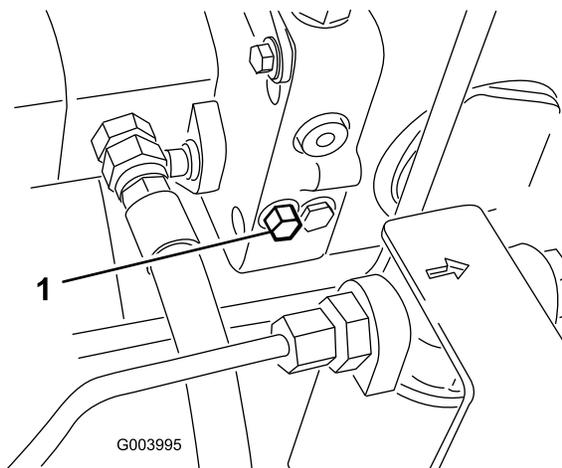

Рисунок 37
1. Чтобы открыть перепускной клапан и обеспечить внутренний перепуск масла, поверните болт клапана на 1,5 оборота (Рисунок 37).